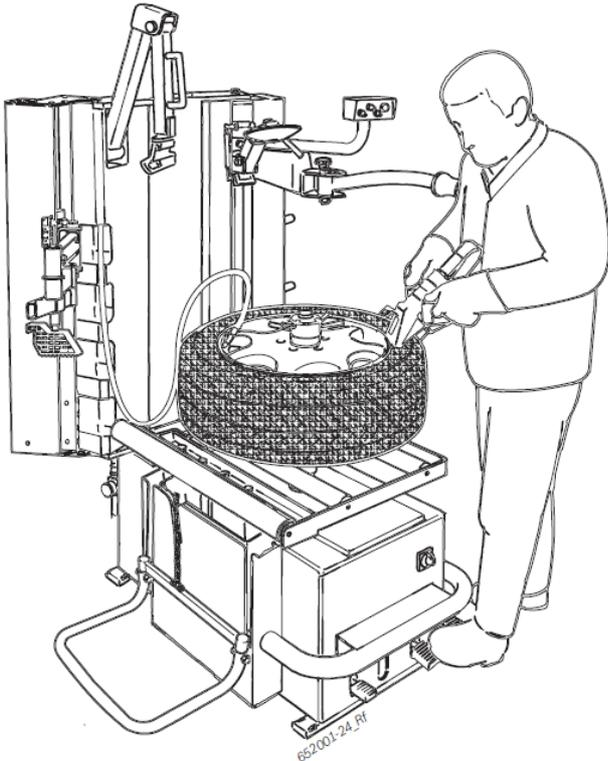

Рис. 14. Накачивание при помощи устройства для накачивания шин и устройства быстрого накачивания шин для оказания помощи при накачивании.
6. Вставьте пистолет для накачивания шин между бортовой закраиной обода и верхним бортом покрышки (рис. 14).